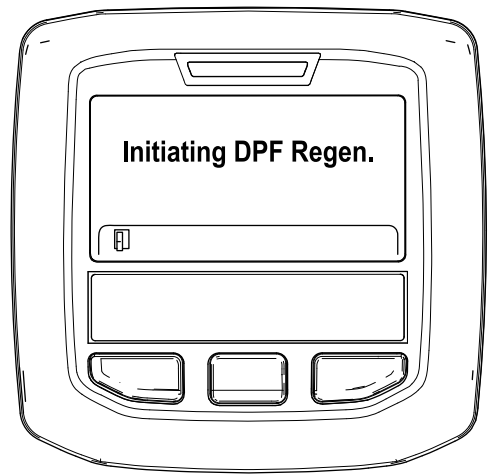

Figura 48
- A. "Initiating DPF Regen." (A iniciar Regen. DPF) é apresentada (Figura 48).